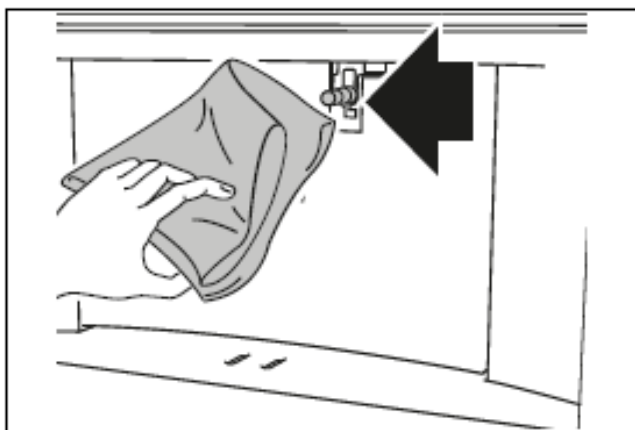

Рис. 39
5) Снимите контейнер для молока и всегда очищайте соединительную насадку для пара (A10) чистой тканью (рис. 39).